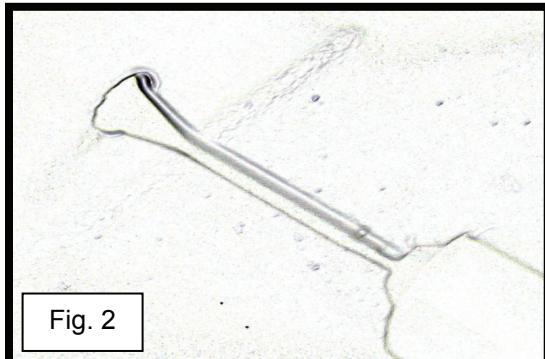

Fig. 2
- 2) Mettre le foret au point de perçage, puis percer un trou pour la rondelle de caoutchouc (consulter la fig. 2). Après avoir réalisé cette étape pour votre premier dispositif d'accumulation, refaire cette étape pour l'autre dispositif que vous joignez au premier.